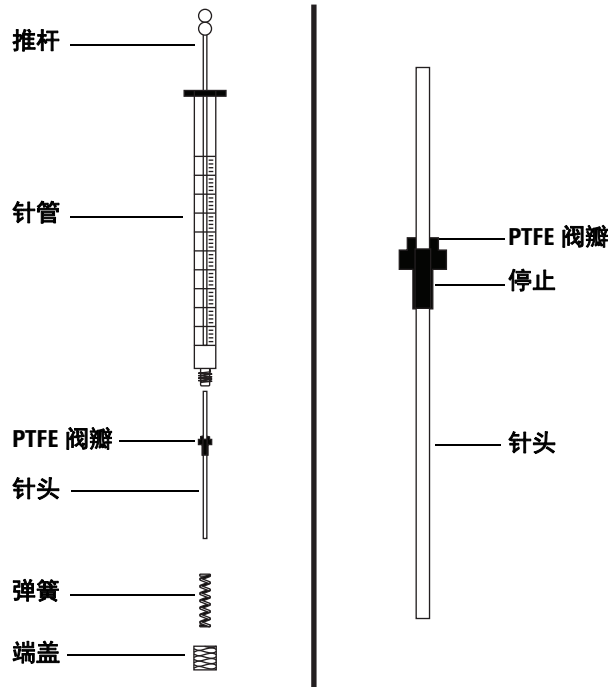

图 76 进样针部件
要将针头插入进样针针管（图 76），请执行以下操作：
- 2 确保针头具有 PTFE 阀瓣（图 76）。如果进样针针管没有 PTFE 阀瓣，则亲自按照进样针盒中的说明将针头包起来。